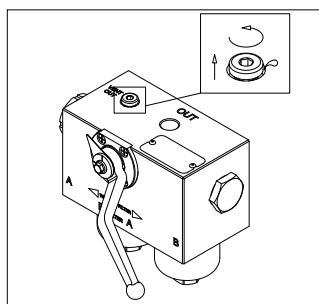

fig. 3
- (Fig. 3) Far fuoriuscire l'eventuale aria dall'impianto allentando il tappo di sfiato "Vent OUT" di un giro al massimo, finché il fluido di lavoro non inizia a trafiltrare